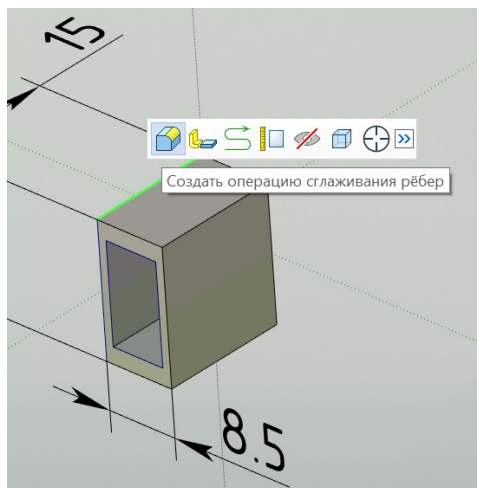

Рис. 73
12. Выполним скругление внешних рёбер полученной детали. Для этого щелчком мыши выделим нужное ребро и в появившейся «быстрой» панели нажмем кнопку **Создать операцию сглаживания рёбер** (рис. 73).